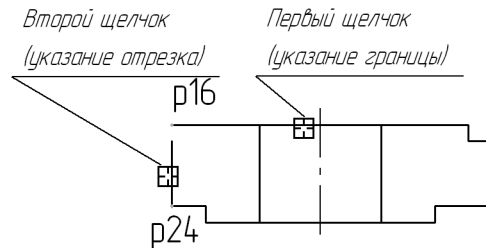

Рис. 51.64.
2.2. Оставшийся второй отрезок продлите до верхней границы. Для этого нажмите кнопку **Выровнять по границе** на панели **Редактирование** и последовательно укажите мишенью на границу выравнивания и на выравниваемый отрезок (рис. 51.64).